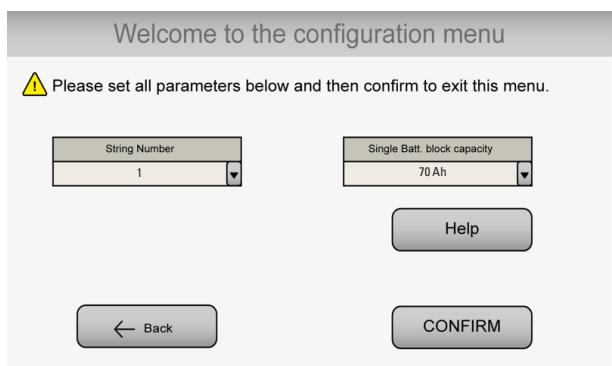
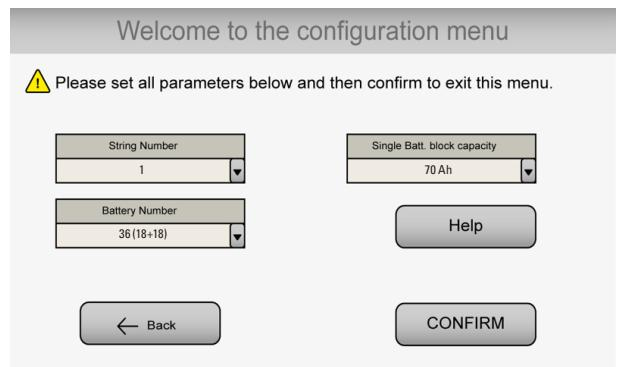

Abb. 2. Zweiter Konfigurationsbildschirm des HV-Gerätestarts.
Abb. 3. Zweiter Konfigurationsbildschirm des LV-Gerätestarts.
- Die nächste Anpassung, die vorgenommen werden muss, ist die Anzahl der Batteriestränge. Auf dem Batteriekonfigurationsetikett (siehe Abb. 4) ist auch die Anzahl der Batteriestränge (zwischen 1 und 6) angegeben. Geben Sie diesen Wert in dieser Konfigurationsmaske ein (Abb. 2).
- Als letzte Batteriekonfigurationsdaten müssen wir die Kapazität jedes Batterieblocks eingeben, aus dem die Kette(n) bestehen (zwischen 3,0 Ah und 900,0 Ah). Ermitteln Sie den einzugebenden Wert (in Abb. 2 oder Abb. 3, je nachdem, ob es sich um HV oder LV handelt) gemäß der Beschriftung des Abb. 4).
Die Informationen, die in den Abb. 2 bis 5 bezüglich der „Id.“ und des Ausgangsschalters erscheinen, sind nur für Geräte verfügbar, die für einen parallelen Betrieb konfiguriert sind.
Durch Drücken der Taste „Home“ kehrt man zum Startbildschirm zurück, der neben anderen Informationen den Blockschatzplan des Geräts enthält. Auf diesem kann der Arbeitsablauf (Linien gefüllt mit sich bewegenden Anzeigen) beobachtet werden, der je nach dem Betriebsmodus der USV in dem Moment variieren kann. Ungeachtet von diesem, werden in den Darstellungen der Abb. 3 bis 6 einige konstruktive Beispiele der Anlage gezeigt, wie dreiphasiger Eingang und Ausgang, einphasiger Eingang und dreiphasiger Ausgang, ..., obwohl auch andere Konfigurationen verfügbar sind, die jeweils im entsprechenden Bedienfeld dargestellt werden.